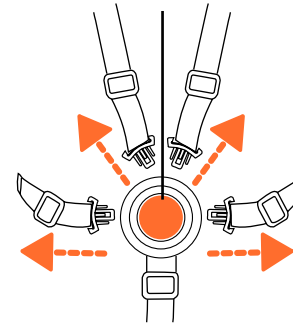

Abb. 17
- 17) • Drücken Sie den Knopf am mittleren Verschluss, die vier Gurtschnallen springen heraus (Abb. 17).